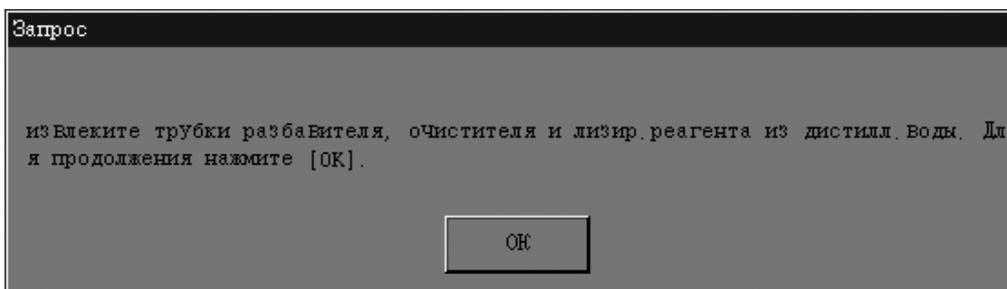

Рис. 10-29 Диалоговое окно
5. Поместите все узлы трубок отбора реагентов в дистиллированную воду в соответствии с инструкциями в диалоговом окне. **НАЖМИТЕ** «Ok», чтобы начать очистку анализатора дистиллированной водой. После очистки откроется диалоговое окно (Рис. 10-29).